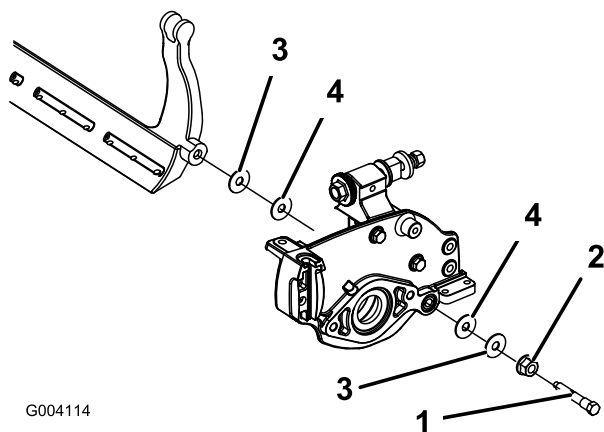

Figura 67
4. Togliete i bulloni della barra di appoggio per tirare in giù la barra e toglierla dalla macchina. Conservate le due rondelle di nylon e le due rondelle in acciaio stampato da ciascun lato della barra di appoggio (Figura 67).